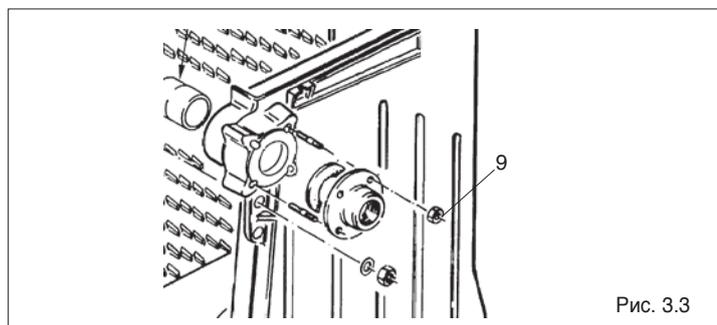

Рис. 3.3
Штуцеры прямого и обратного трубопроводов расположены на правой стороне чугунного корпуса котла. Если необходимо сдвинуть их на левую сторону, достаточно снять гайки (9) и поменять местами штуцера и заглушки, расположенные на противоположных сторонах чугунного корпуса (Рис. 3.3).